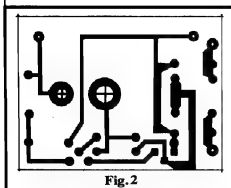

Fig. 2
- FIG. 2 - CIRCUITO IMPRESSO ESPECÍFICO - O **lay out** é simples, descomplicado, "descongestionado", porém exige **rigorosa** precisão nas dimensões e posições, principalmente dos furos de fixação e demais "ilhas"... A cópia feita pelo Leitor/Hobbysta deve seguir precisamente o diagrama (em escala 1:1) já que o menor "desvio" ou modificação em dimensões específicas, poderá obstar o perfeito "casamento" mecânico com o "rabo" do interruptor momentâneo ao qual a EK já se acoplada. Observem que os dois círculos maiores (ambos contendo uma "cruzeta" de demarcação do centro geométrico de fixação...) destinam-se justamente à fixação à traseira do **push-button**